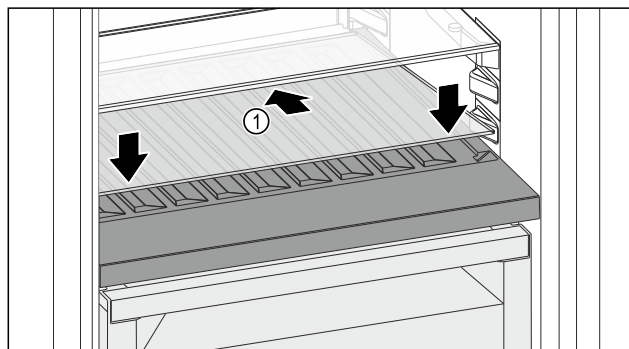

Fig. 216
- ▶ Ustawić płytę szklaną Fig. 216 (1) pod ukosem, nachyloną do tyłu w dół.
- ▶ Opuścić płytę szklaną Fig. 216 (1) z przodu.